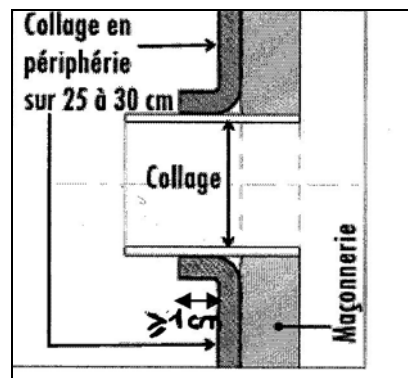

Figure 7 - Traitement des pénétrations
5.9 Emergences – pénétrations (figure 7)